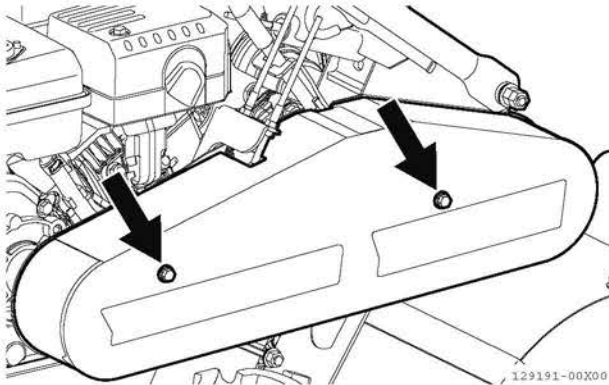

図 4-34 ベルトカバー
1. ベルトカバーを外します。(ボルト2本) (図 4-34)